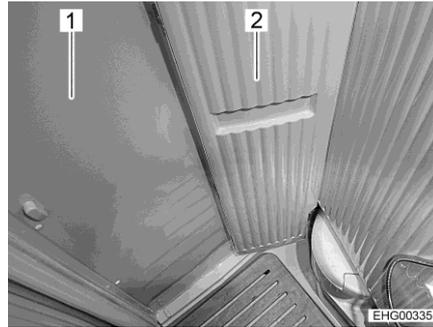
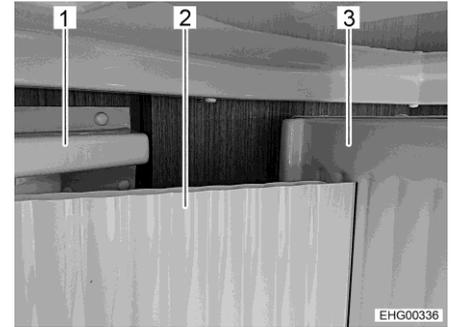

Fig. 145 Pared giratoria pequeña, girada
Fig. 146 Posición correcta de la pared giratoria pequeña
- Cerrar la puerta de célula de baño (Fig. 145,1 y Fig. 146,1).
▷ ¡Posicionar la pared giratoria pequeña (Fig. 145,2 y Fig. 146,2) **siempre delante** de la pared giratoria grande (Fig. 146,3)! ¡No empujar a la pared giratoria pequeña a la posición **detrás** de la pared giratoria grande! De lo contrario existirá el riesgo de quedar encerrado en la célula de baño porque es posible que ya no se pueda abrir la puerta de célula de baño.
- Girar la pared giratoria pequeña (Fig. 145,2 y Fig. 146,2). La pared giratoria pequeña se encontrará en la posición correcta si está posicionada delante de la pared giratoria grande (Fig. 146,3).